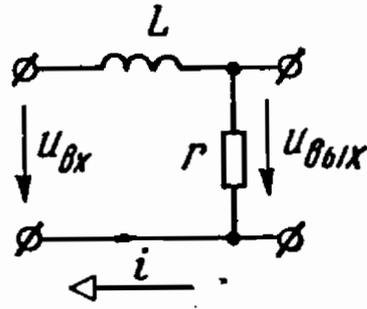

Рис. 3.29
3.29. Напряжение U на входе цепи рис. 3.29 равно 127 В, а сопротивления ее элементов для частоты 50 Гц составляют $x_L = 2$ Ом и $r = 10$ Ом.
Решение. а) Для схемы рис. 3.29